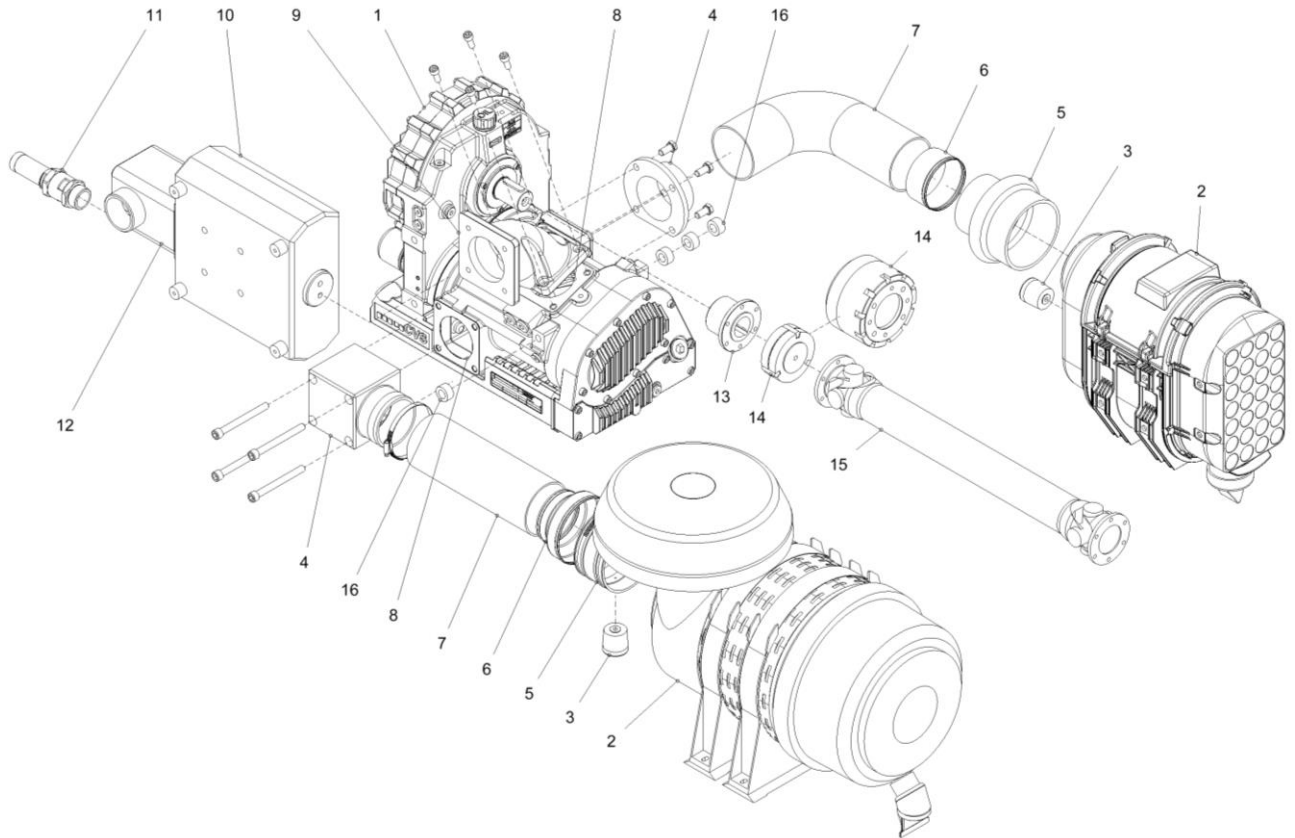

Fig. 5 : Compresseur avec accessoires
Le troisième point de fixation est décalé vers l'arrière de 15 mm ou 45 mm (voir Fig. 1 note de bas de page). Des éléments d'écartement appropriés (voir Fig. 5, pos. 16) doivent être utilisés pour le vissage.